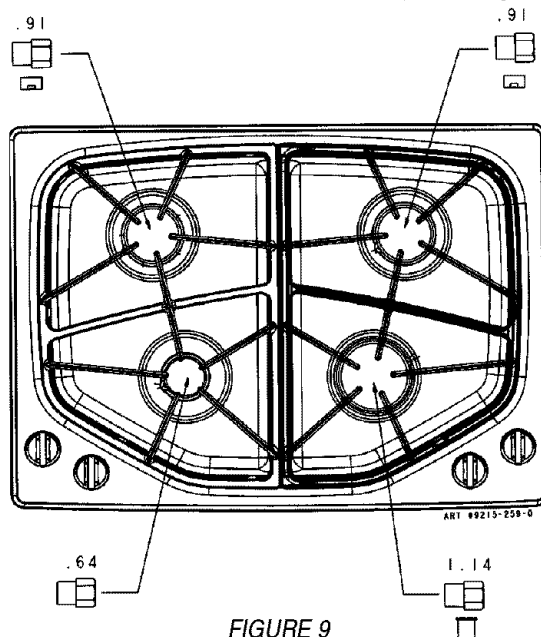
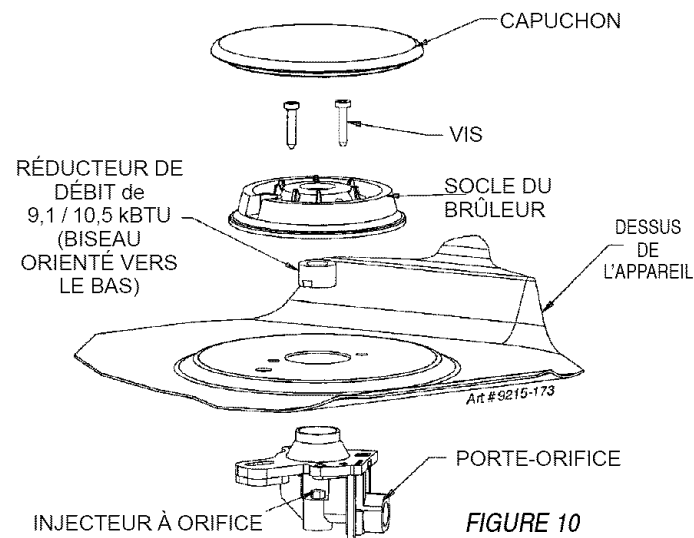

FIGURE 9
FIGURE 10
JGC8430 – 76.2 CM/30 PO - Placer un ou plusieurs réducteurs de débit pour brûleurs de 9,1 / 10,5 kBTU dans les porte-orifices arrière droit et gauche (voir figure 9) avec le biseau orienté vers le bas (voir la figure 10).
JGC8536 – 91,4 CM/36 PO - Placer un ou plusieurs réducteurs de débit pour brûleurs de 9,1 / 10,5 kBTU dans les porte-orifices avant droit et arrière gauche avec le biseau orienté vers le bas (voir la figure 10).
2. **JGC8430 – 76,2 CM / 30 PO** - Retirer les réducteurs de débit des porte-orifices arrière gauche et droit et avant droit (voir les figures 10 et 11). S'il y a lieu, une simple attache de bureau peut être utilisée pour enlever les réducteurs de débit arrière gauche et droit.
JGC8536 – 91,4 CM / 36 PO - Retirer les réducteurs de débit des porte-orifices arrière gauche, central et avant droit (voir les figures 10 et 11). S'il y a lieu, une